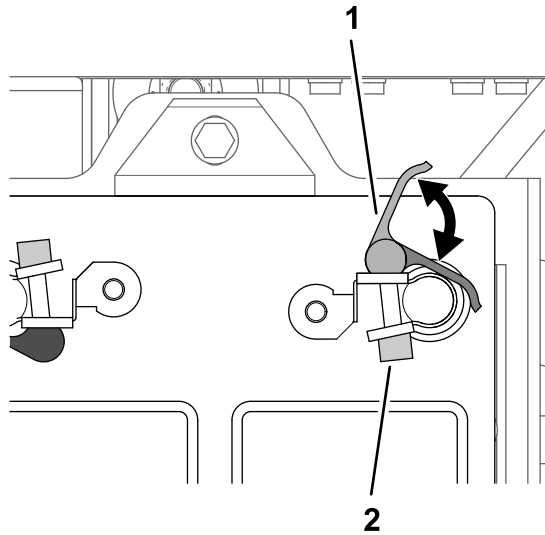

Bild 208
- Öffnen Sie den Verriegelungshebel der Schnellanschlussklemme mit dem schwarzen Hebel (Bild 208).
- Schließen Sie den Verriegelungshebel der Schnellanschlussklemme (Bild 208).